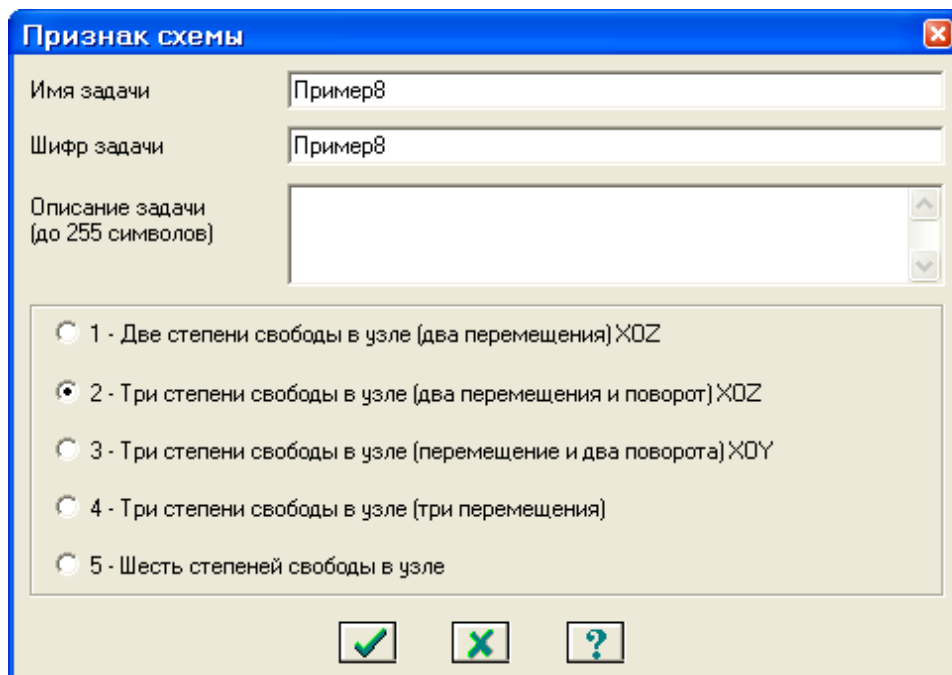

Рис.8.2. Диалоговое окно Признак схемы
- В появившемся диалоговом окне **Признак схемы** (рис.8.2) задайте следующие параметры: